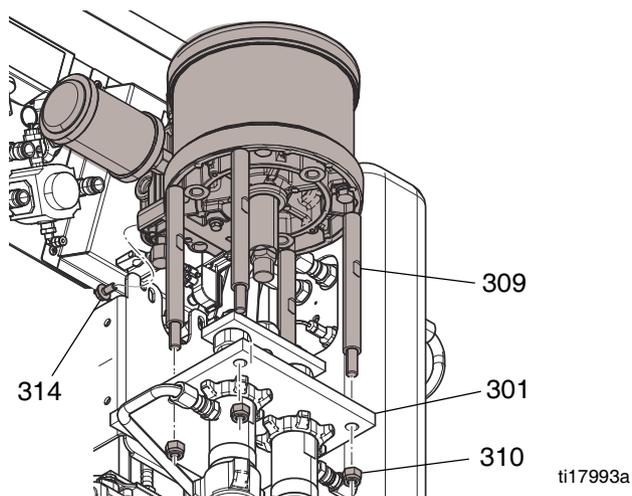

图 2
3. 通过板 (301) 安装拉杆。确保螺丝 (314) 插入支架槽 (311) 中。安装螺丝 (314)。参见图 2。
4. 用 32-38 英尺磅 (43-51 牛·米) 的扭力拧紧螺母 (313)。
5. 用 27-32 英尺磅 (37-43 牛·米) 的扭力以小增量均匀地拧紧四个拉杆螺母 (310)。参见图 2。